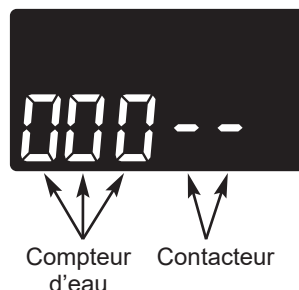

FIG. 60
3. La lettre « P » suivi d'un ou de plusieurs tirets indique le fonctionnement du contacteur de POSITION (consultez la figure 60). Si la lettre apparaît, le contacteur est fermé. Si le tiret apparaît, le contacteur est ouvert.